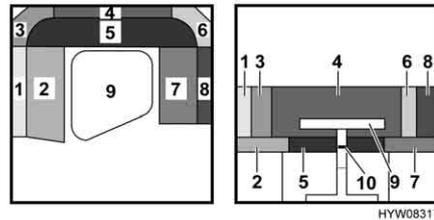

Fig. 61 Prima della trasformazione
- Sollevare la maniglia (Fig. 61, 10) del tavolo (Fig. 61, 9) verso l'alto e tirarla leggermente.